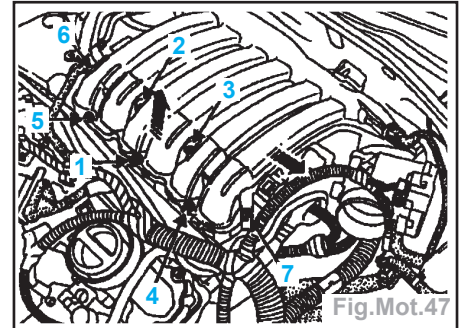

Fig.Mot.47
- Reposer le collecteur d'admission en effectuant un presserrage à 0,5 daN.m, puis serrer au couple de 0,8 daN.m (dans l'ordre indiqué) (Fig.Mot.47).